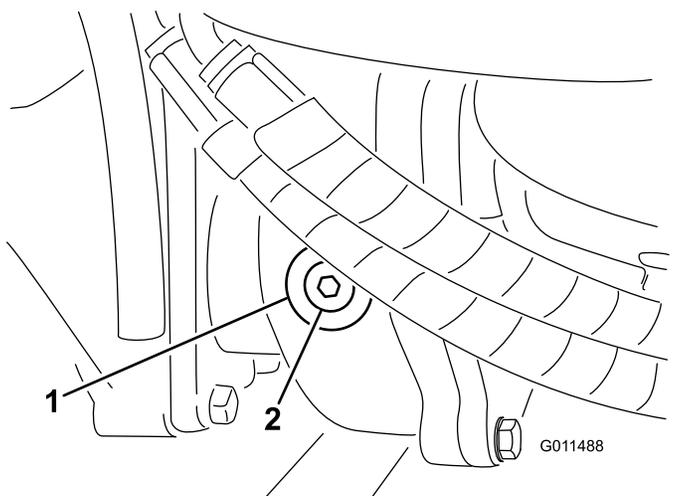

Рисунок 74
2. Снимите пробку контрольного (заливного) отверстия с левой стороны редуктора и убедитесь, что масло доходит до нижнего края отверстия (**Рисунок 74**).